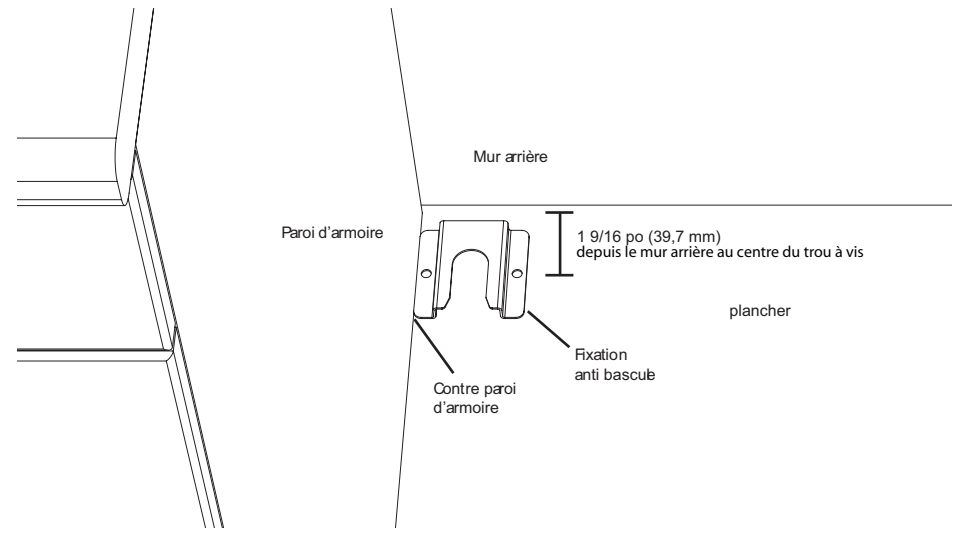

Figure 5: Dispositif anti bascule
2. Mesurer pour placer le dispositif. Voir figure 5: Dispositif anti bascule.